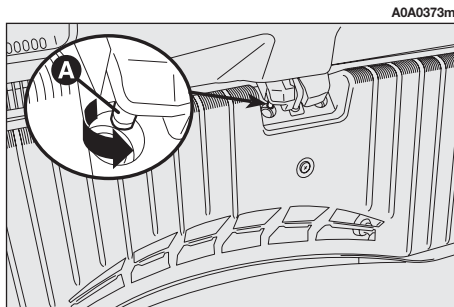

fig. 161
– para desbloquear mecánicamente la puerta del maletero, desde el interior del maletero, intervenga en la palanca como se ilustra en la **(A-fig. 161)**;